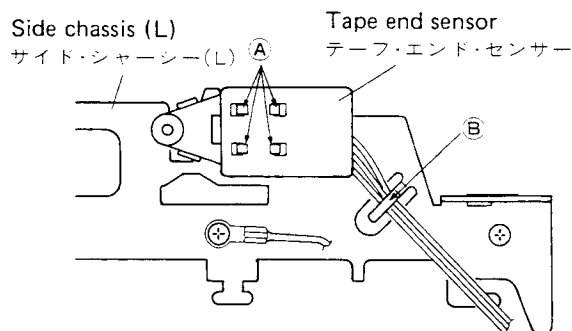

Fig. 2-8
I. Disengage hooks (A) and hook (B) shown in Fig. 2-8, then remove the tape end sensor from side chassis (L).
I. Disengage hooks ㉕ and hook ㉖ shown in Fig. 2-8, then remove the tape end sensor from side chassis (L).
I. 図2-8 のフック㉕とフック㉖を外し、テープ・エンド・センサーをサイド・シャーシー(L)より外す。